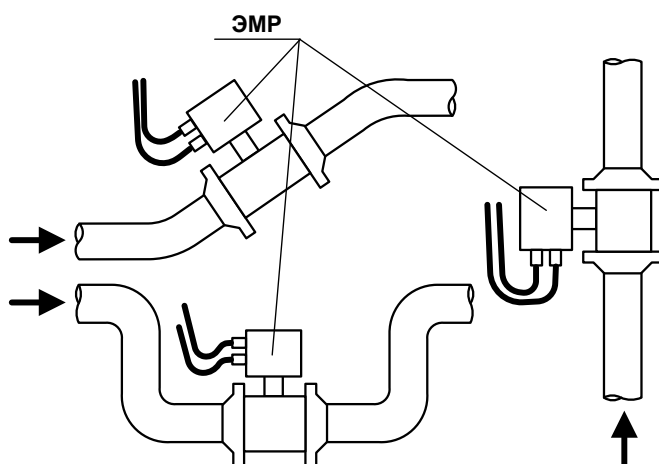
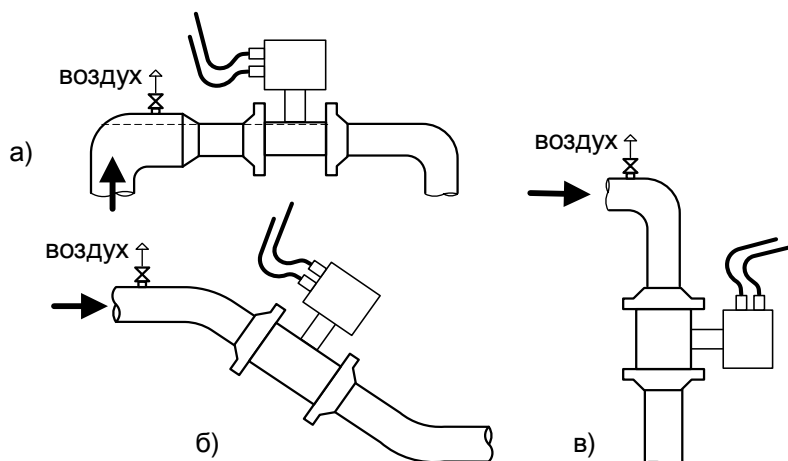

Рис.1. Рекомендуемые места установки ЭМР в трубопроводе.
Рис.2. Установка ЭМР в трубопроводе с воздушным клапаном.
3.2.1. ЭМР допускается монтировать в горизонтальный, наклонный или вертикальный трубопровод с восходящим потоком (рис.1). При этом должны выполняться следующие требования:
- в месте установки ЭМР в трубопроводе не скапливается воздух - ЭМР не должен располагаться в самой высокой точке трубопровода, а также в трубопроводе с открытым концом; наиболее подходящее место для монтажа (при наличии) – нижний либо восходящий участок трубопровода (рис.1).
3.2.4. В случае невозможности установки расходомера в рекомендуемых местах (рис.1) допускается монтаж прибора в верхней точке трубопровода (рис.2а) или на нисходящем потоке напорных трубопроводов (рис.2б, 2в).